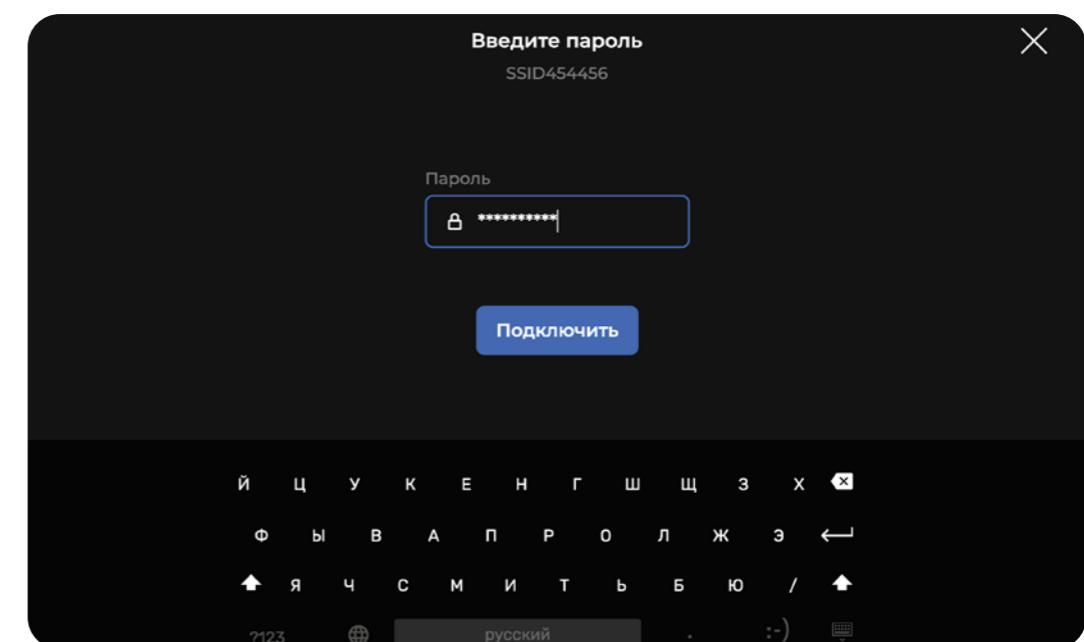

Рисунок 10. Экран ввода пароля
1. Нажмите на стрелочку в поле «Подключение по Wi-Fi». Выберите нужную точку доступа Wi-Fi из списка найденных сетей. Для выбранной сети введите пароль (Рис. 10).